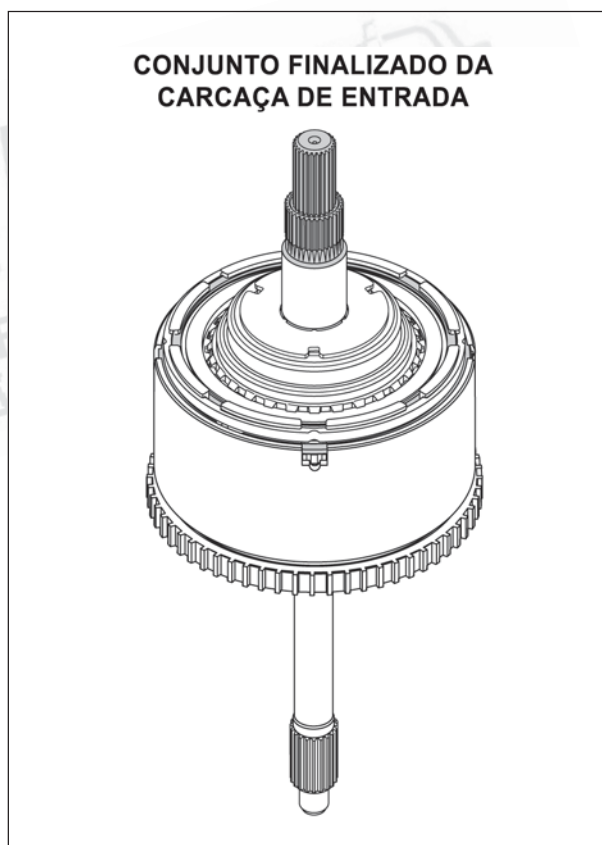

Figura 197
55. Deixe o conjunto de entrada finalizado de lado, conforme mostra a figura 197, para posterior remontagem na transmissão.